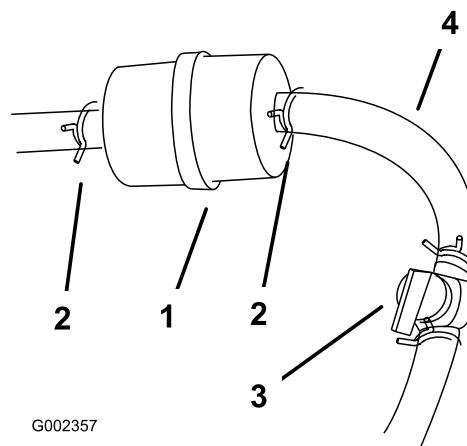

Figura 39
- Cierre la válvula de cierre de combustible (Figura 39).
- Apriete los extremos de las abrazaderas y deslícelas por el tubo alejándolas del filtro (Figura 39).
- Instale un filtro nuevo y acerque las abrazaderas al filtro (Figura 39).
3. Cierre la válvula de cierre de combustible (Figura 39).
4. Afloje la abrazadera cerca del filtro de combustible y deslícela por el tubo, alejándola del filtro de combustible (Figura 39).
5. Desconecte el tubo de combustible del filtro de combustible (Figura 39).
Nota: Deje fluir la gasolina a una lata u otro recipiente apropiado (Figura 39).
7. Instale el tubo de combustible en el filtro de combustible. Acerque la abrazadera al filtro de combustible para fijar el tubo de combustible (Figura 39).